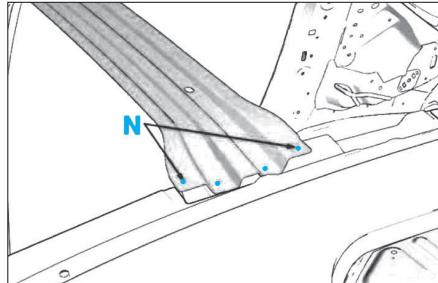

FIG. 99
- Dépointer les traverses aux endroits indiqués N (Fig.99).